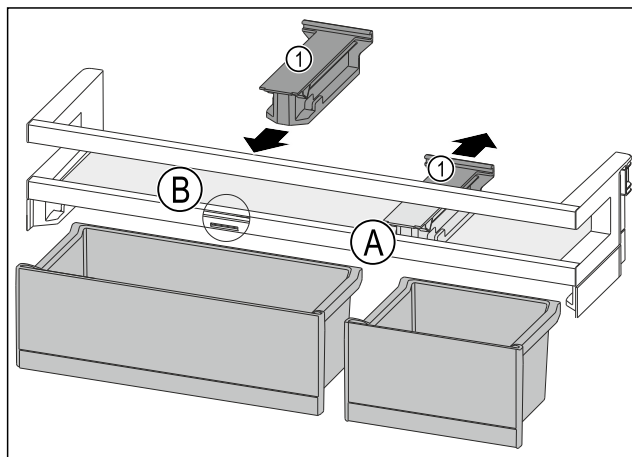

Fig. 149
- Largoni nga prapa pjesën mbajtëse Fig. 149 (1) në pozicionin Fig. 149 (A).
- Vendosni pjesën mbajtëse Fig. 149 (1) në pozicionin Fig. 149 (B).